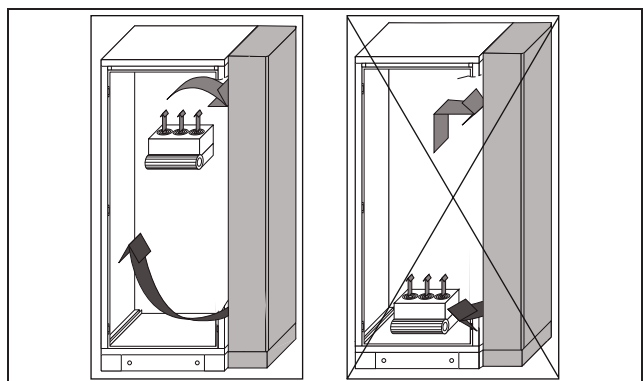

Abb. 3: Kaltluftstrom nie auf aktive Komponenten richten
- Achten Sie auch besonders auf den Luftstrom der Eingengebläse von Elektronikbauteilen (Abb. 3).